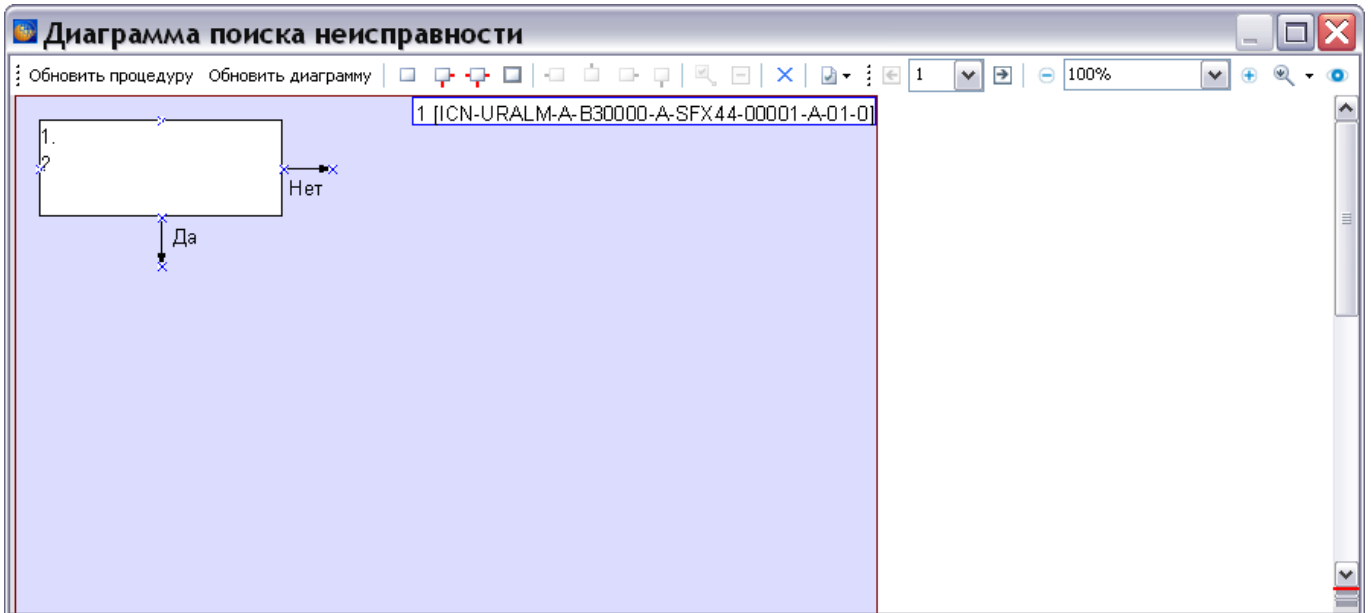

Рисунок 867
- 1) Для создания объекта диаграммы нажмите на кнопку **Создать шаг – да/нет** . Объект диаграммы соответствует шагу процедуры поиска неисправности (рисунок 867).